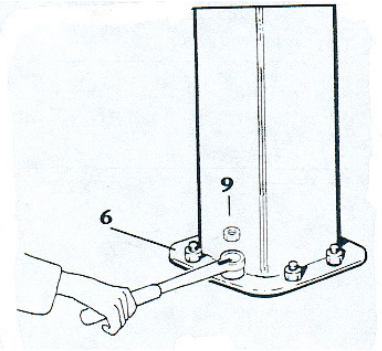

Fig.30
5. Serrez les écrous **6** à l'aide de la clé dynamométrique, utilisant le couple de serrage mentionné (voir tableau page 12) , veiller à mettre des contre-écrous **9** (fig.30).